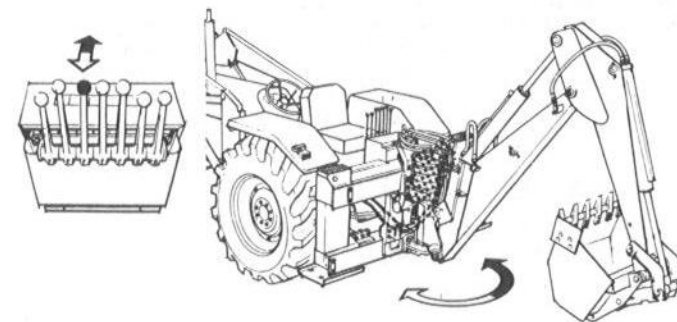

Bild 93
3. Drehzylinder-Bedienungshebel (Bild 93)